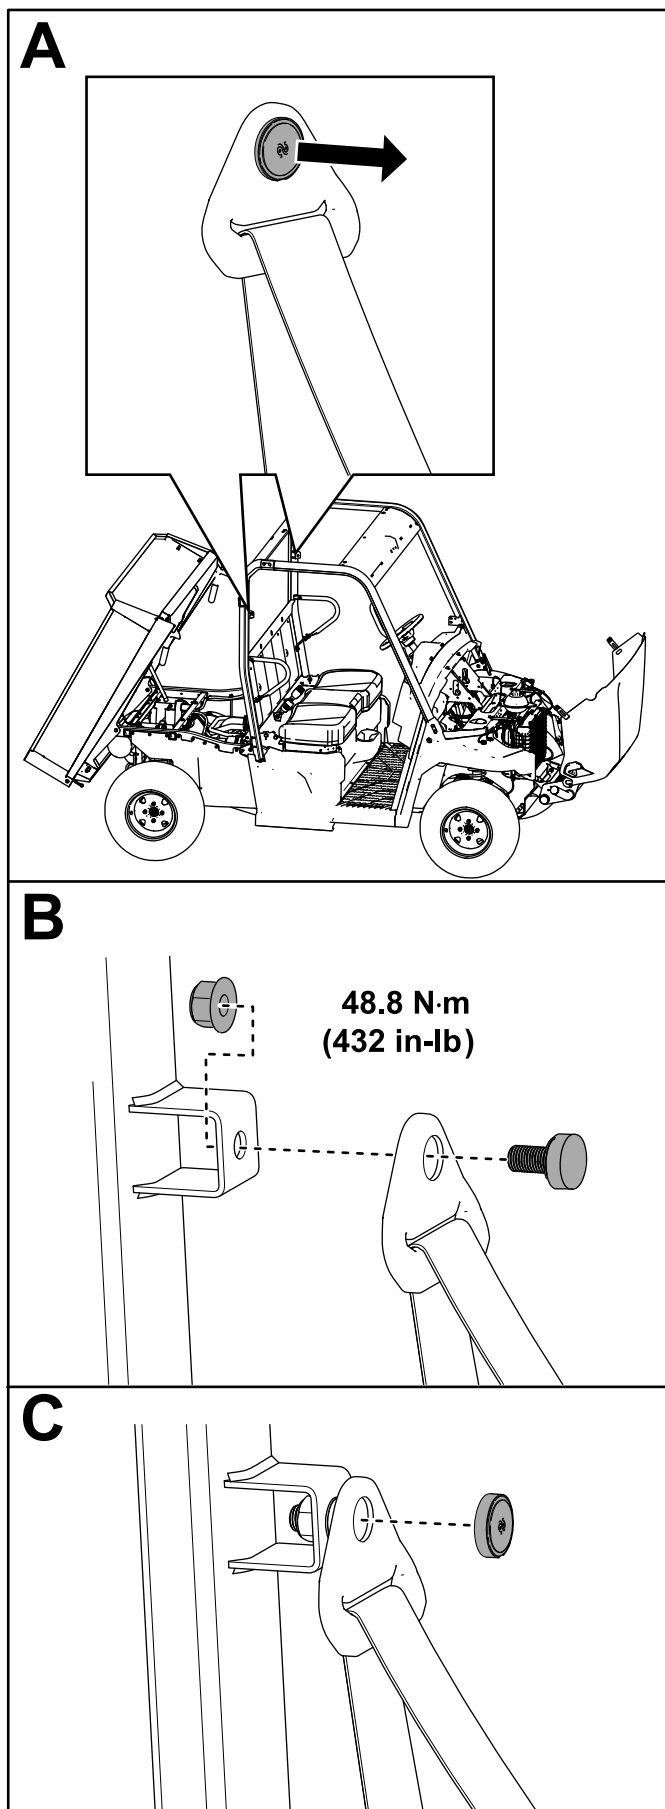

図 22
- A. シートベルトの上部にあるキャップを外す図 22。
- B. シートベルトを ROPS のシートベルトブラケットに通して固定するロックナット7/16"を使用して図 22のように固定する。
- 図 22のように、ロックナット7/16"を 48.8 N·m 5.0 kg.m = 432 in-lbにトルク締めする。
- C. キャップを取り付ける図 22。